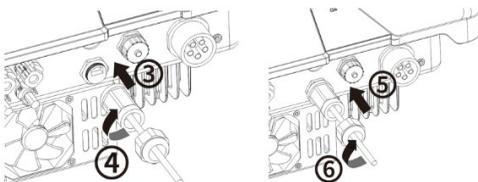

Fig. 20 (stânga): Racordarea cablului de rețea
- 4 Introduceți cablu de rețea în COM1 sau COM2 (a se vedea fig. 20. respectați succesiunea și sensurile indicate de săgeată)